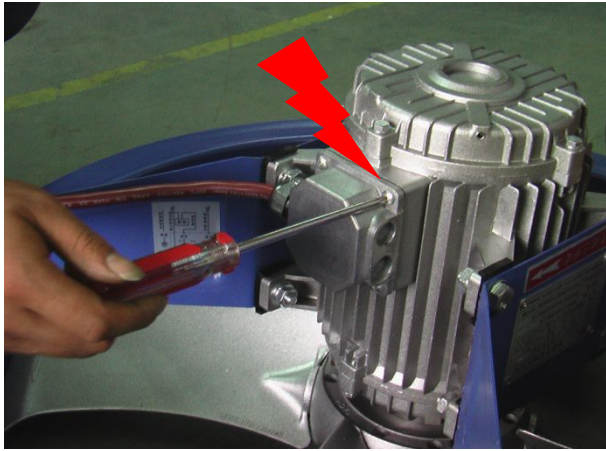

图 3-1
- 1、将接线盒四角螺丝拧下，取下接线盒盖（如图 3-1，3-2）；